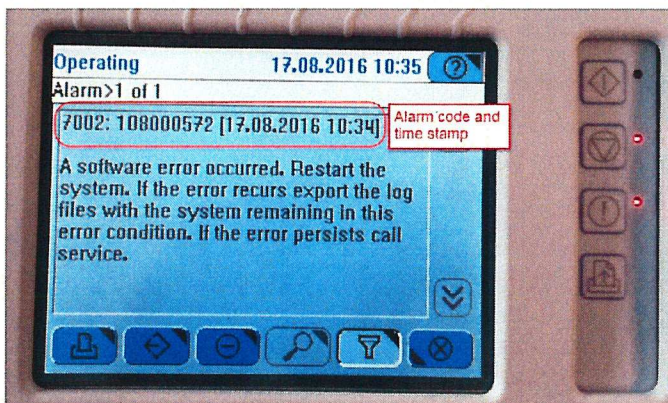

Fig 2: Dettaglio del messaggio d'allarme con monitor prima versione
1. Controllare l'orario di visualizzazione dell'errore (see Fig 2 / 2.1)